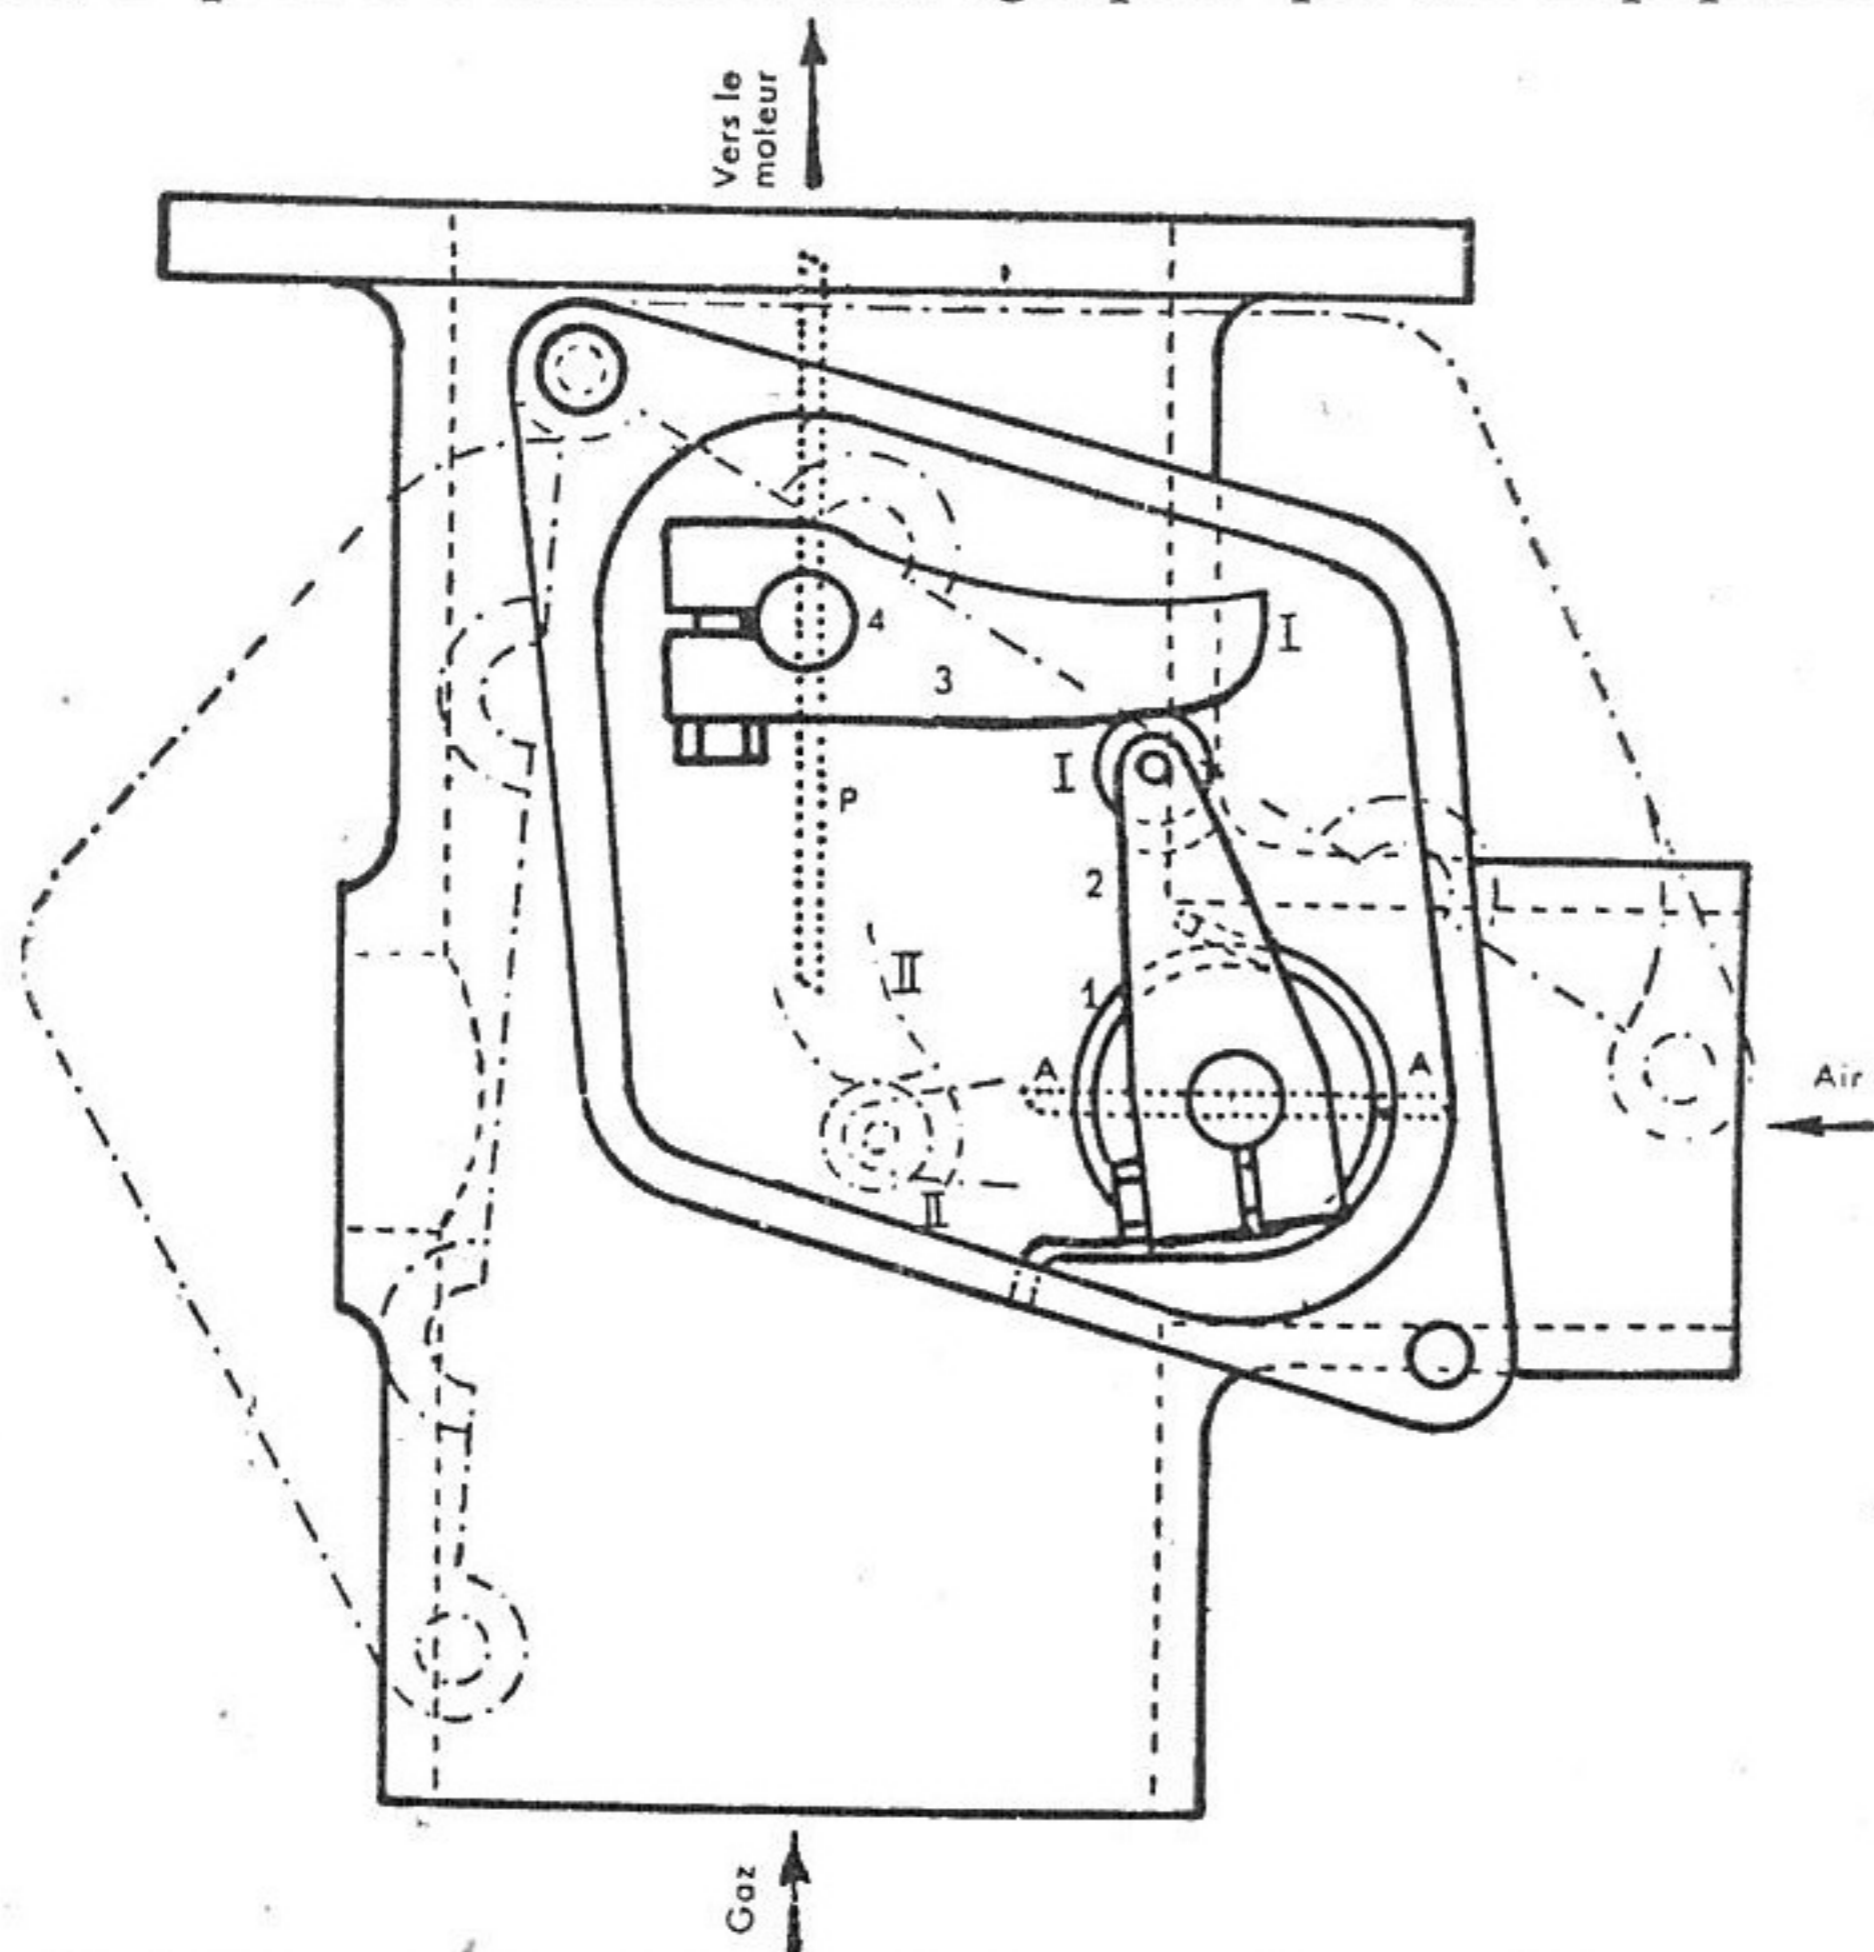

FIG. 28. — Gazogène Gohin-Poulenc. — Organes d'admission.
98. LES ORGANES D'ADMISSION (fig. 28) comprennent : un carburateur de départ (non représenté) avec papillon, commandé par un accélérateur à main et un mélangeur formé par la réunion de deux conduites, une d'air, une de gaz. Le papillon A règle l'admission d'air, le papillon P règle l'admission au moteur : ces deux papillons sont commandés en même temps par la pédale d'accélérateur, suivant le dispositif de la figure 28. Le ressort de l'accélérateur tend toujours à fermer le papillon P, mais le ressort (1) tend à faire ouvrir le papillon